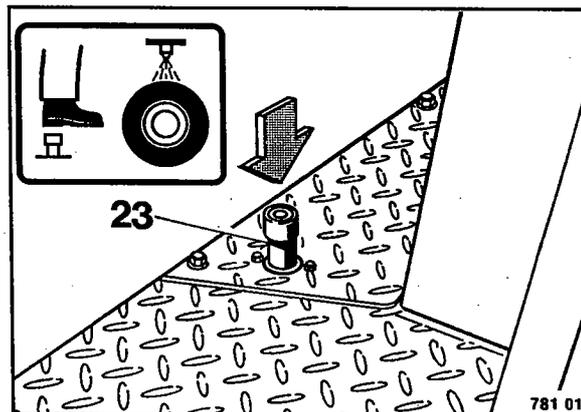

Fig. 65
- Accionar el interruptor de pedal 23 (Fig. 65)